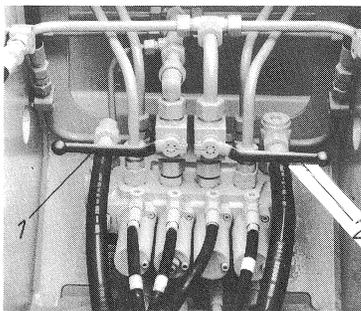

fig. 13
- Dans la position de bras ci-dessus décrite, fermer les deux robinets de sécurité. Les robinets de sécurité se trouvent au tuyau de l'hydraulique de travail dans la partie tournante (fig. 13/1 et 2). Les leviers à main rouges des robinets de sécurité sont mis alors en travers au sens de passage. Cela évite que le bras et la pelle se baissent lorsque l'engin se déplace.